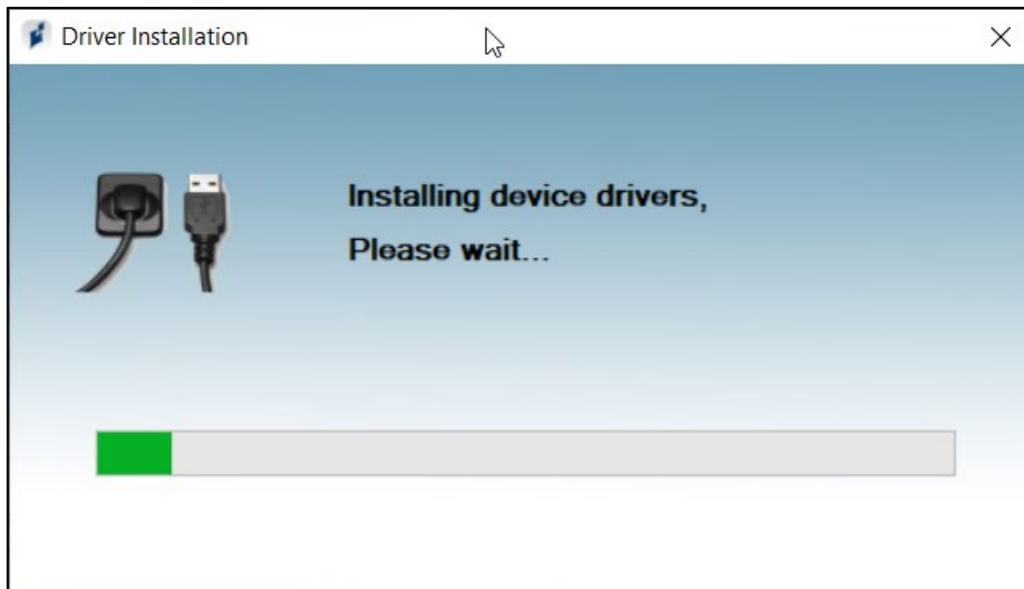

Figure 6. La fenêtre contextuelle Installation du pilote.
- La fenêtre contextuelle « Installation du pilote » s'affiche avec une barre de progression verte qui s'étend vers la droite au fur et à mesure de l'installation. Attendre que la barre soit complètement chargée. Voir la figure 6 ci-dessous.